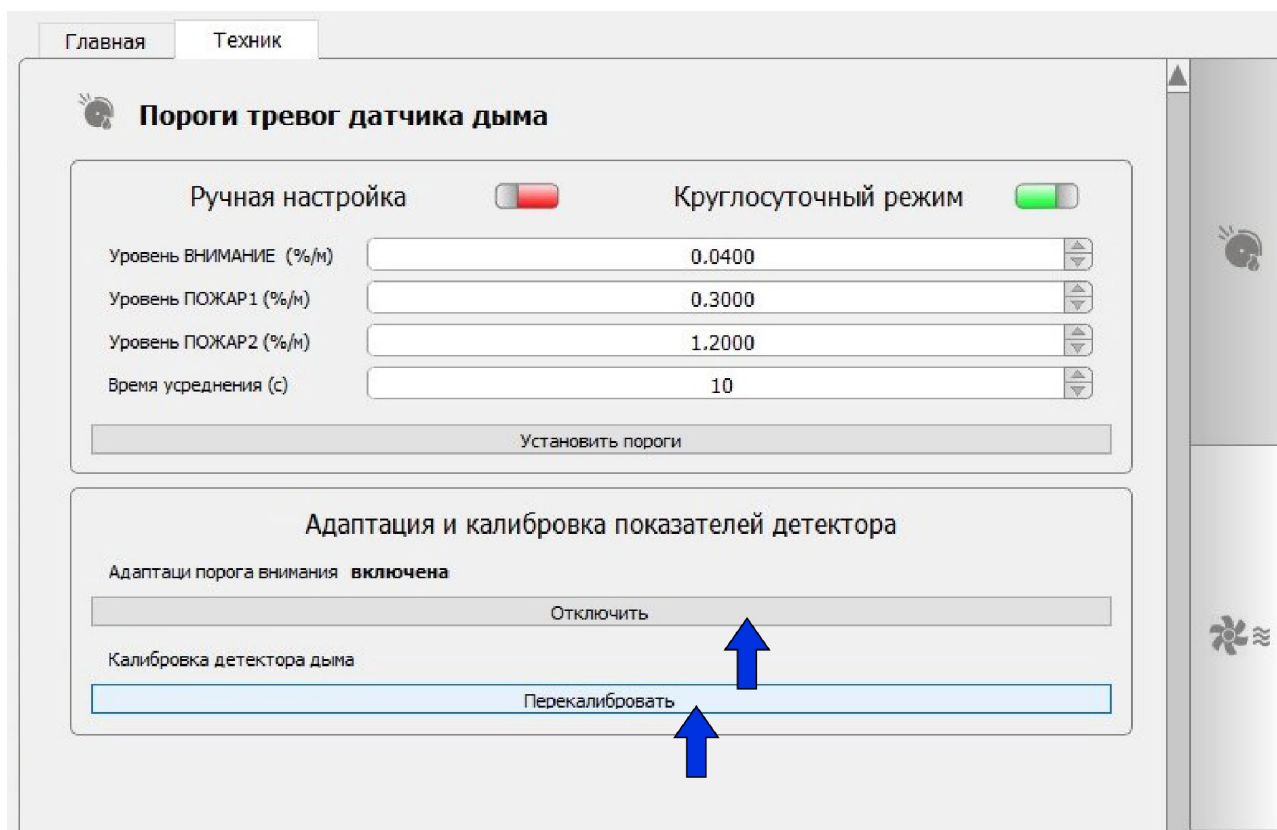
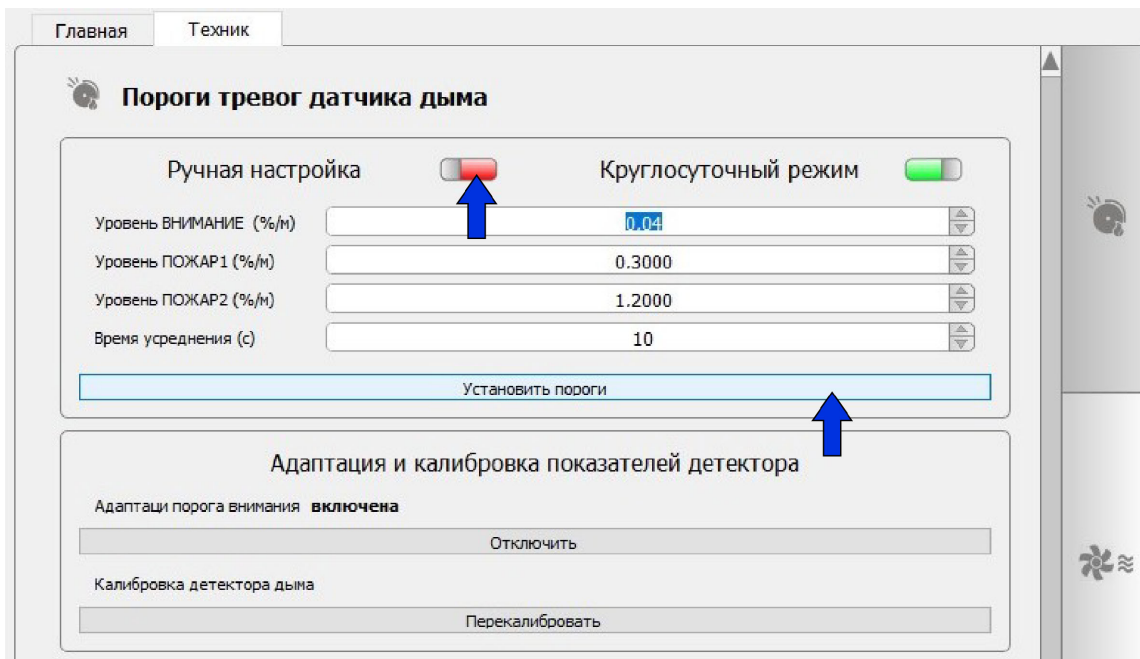
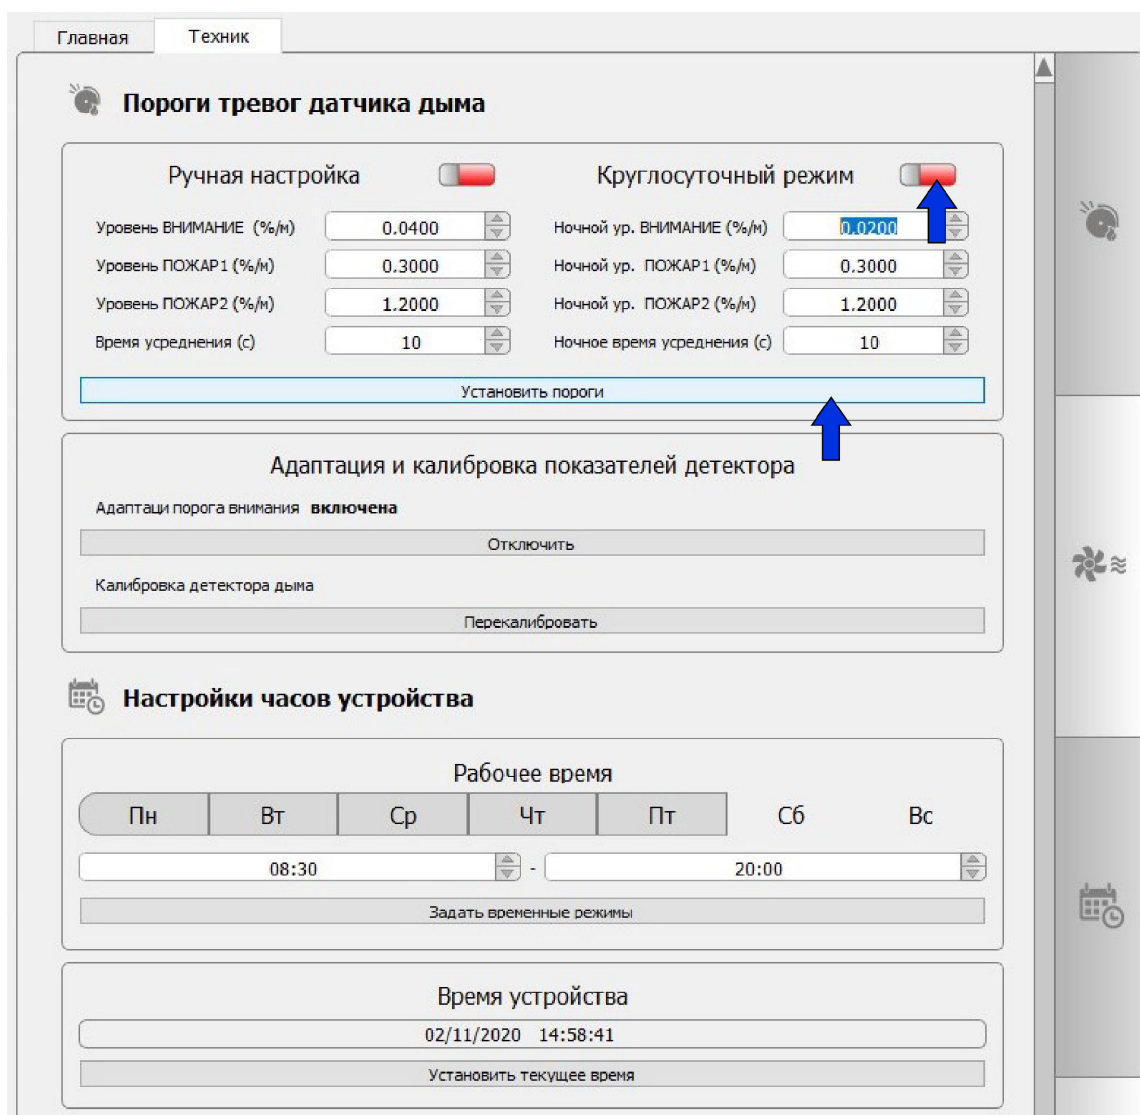

Рисунок 16 – Включение калибровки датчика дыма и выключение адаптивного порога «Внимание»
Рисунок 17 – Ручное программирование порогов тревог в круглосуточном режиме
Рисунок 18 – Ручное программирование порогов тревог в режиме «день/ночь»
5.11 Перед началом конфигурирования извещателя по уровням тревог проведите калибровку датчика дыма (рис.16). Если в защищаемой зоне предполагается возможность медленного развития пожароопасной обстановки, порядка суток и более, выключите адаптивный порог «Внимание» (рис.16). Установите заданные пороги сигналов «Внимание», «Пожар 1» и «Пожар 2» в круглосуточном режиме (рис.17), либо отключите круглосуточный режим (рис.18) и установите дополнительно пороги тревог нерабочего времени.